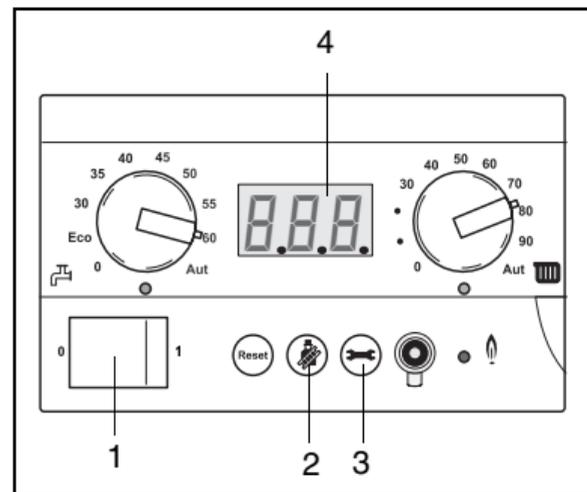

Fig. 8 Regolazione della temporizzazione della pompa
- Portare l'interruttore di accensione/ spegnimento (fig. 8, pos. 1) nella posizione "1".
- Premere contemporaneamente il tasto della modalità operativa spazzacamino ed il tasto della manutenzione (fig. 8, pos. 2 e 3) e proseguire sino alla visualizzazione sul display del quadro BC 10 del codice "L--" (fig. 8, pos. 4).
- Premere una seconda volta il tasto di servizio, fino alla comparsa sul display del BC 10 del codice "F05" (fig. 8, pos. 4). La temporizzazione della pompa è stata predisposta su 5 minuti, con taratura di fabbrica ("F05"). L'utente può modificare la temporizzazione agendo in un campo di regolazione che è compreso fra i 5 e i 60 minuti (F05..F60) oppure può impostare un ciclo di lavoro di 24 ore (F1d). Nel caso di rischio di gelo dell'impianto è preferibile optare per il ciclo di lavoro di 24 ore (F1d).
- È necessario confermare l'impostazione premendo il tasto di servizio (fig. 8, pos. 3).